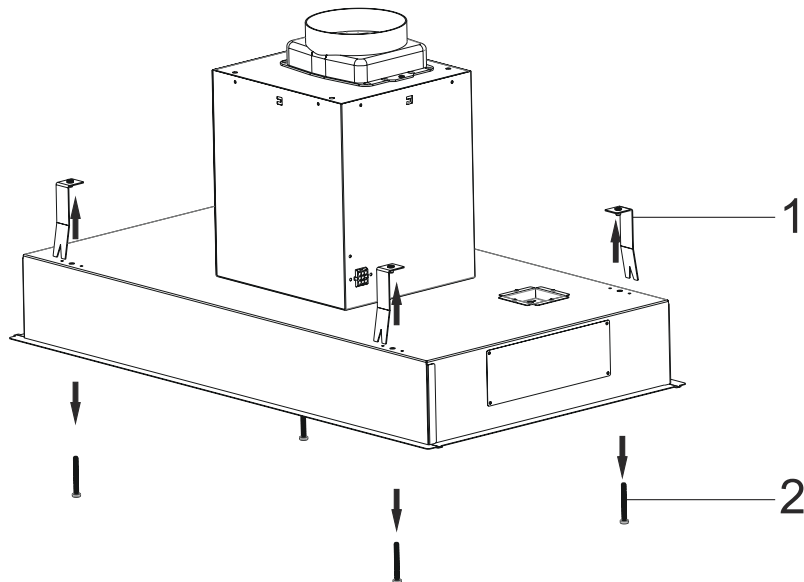

Fig. 13
2. ➔ Skruva loss skruvarna från konsolen och ta bort beslagen (Fig. 13)